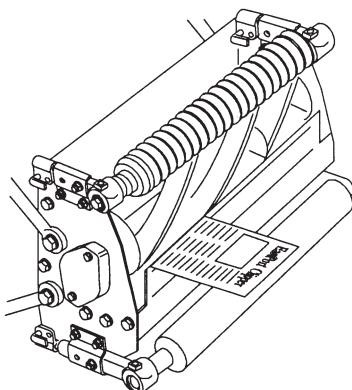

Figura 4
- Ajuste la unidad de corte según la Figura 4. No apoye la unidad de corte sobre el pomo de ajuste de la contracuchilla puesto que esto afectará a la separación entre contracuchilla y molinete. Coloque un bloque de madera debajo del tubo redondo transversal para mantener el pomo de ajuste por encima de la superficie.